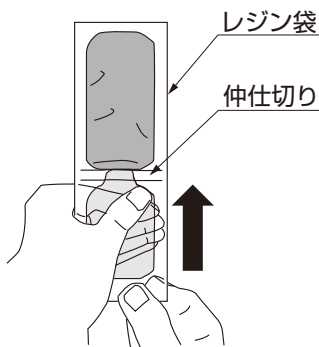

図4-2
- ③レジジン袋を端から巻き上げ、内部の樹脂を押し出して仲仕切り部を貫通させてください。(図4-2参照)